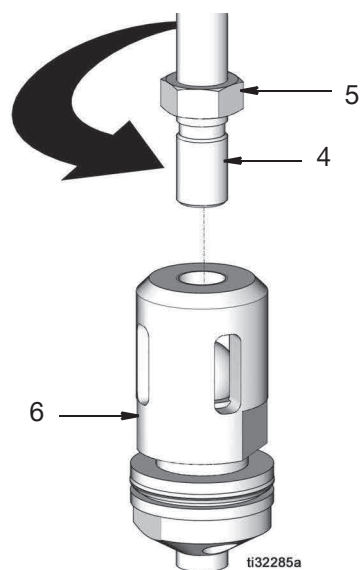

図 10
9. 下部のナット (5) を緩めて、バルブハウジング (6) を接続ロッド (4) から取り外してください (図 10)。